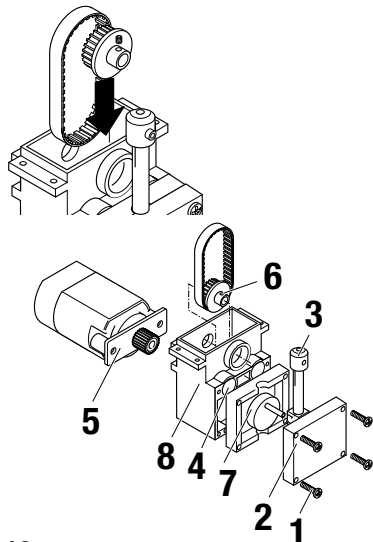

Fig. 10
6. Вывернуть винты 1 (рис. 10) и удалить направляющую планку 2 с поршнем 3.